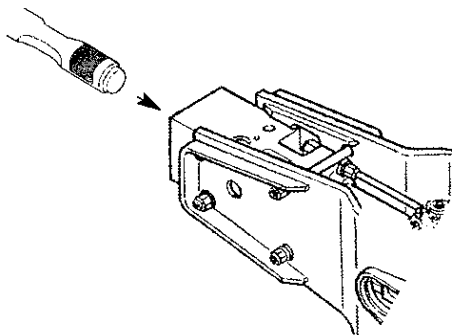

Рис. 5.59. Установка пики молота
5. Вставить пикую во втулку молота и проследить за тем, чтобы плоские края пики находились в соответствующем положении (Рис. 5.59).